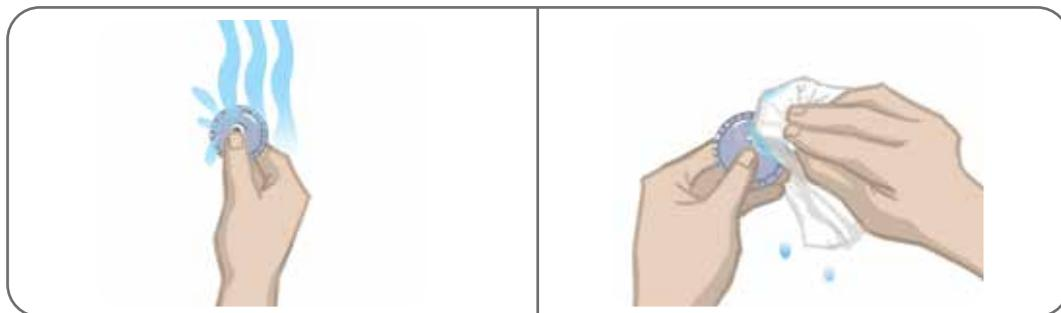

Ilustración 6-5: Cómo humedecer el electrodo y eliminar el exceso de agua
3. Humedezca los Electrodo Round Cloth con agua corriente hasta que estén empapados. Consulte la ilustración 6-5.
4. Utilice un paño para secar con cuidado el exceso de agua del reverso (el lado del broche) de los electrodos. Consulte la ilustración 6-5.